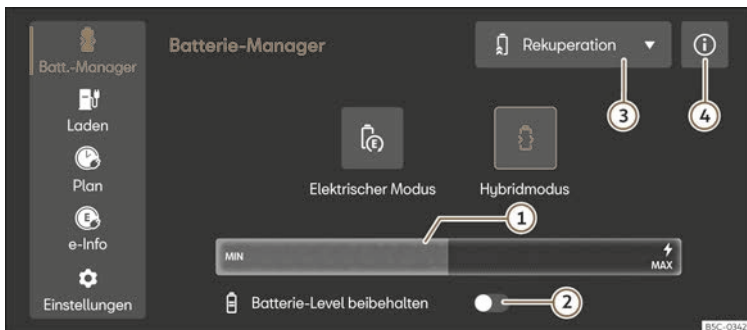

Abb. 117 Im Infotainment-System: Menü Batterie-Manager
- Wählen Sie im Infotainment-System **Elektrischer Betriebsmodus** oder **Hybrid-Modus**. Weitere Informationen zu dem Betriebsmodus finden Sie in ① >>> (Abb. 117) ④.
Legende zur >>> (Abb. 117):